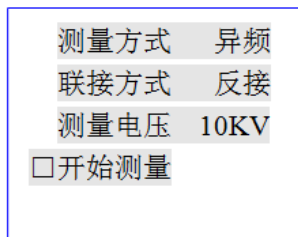

图 7 开始测量
- ④ 按“确认”键，光标进入“测量电压 □ 0.5KV”，按“↑”、“↓”键，则可从 0.5,1.0,1.5,2.0,2.5... .. 9.5~10KV 间调整电压。按“退出”键，光标移至首位，再按“↓”键，将光标移至下一排“□ 开始测量”前，见图 7 所示。